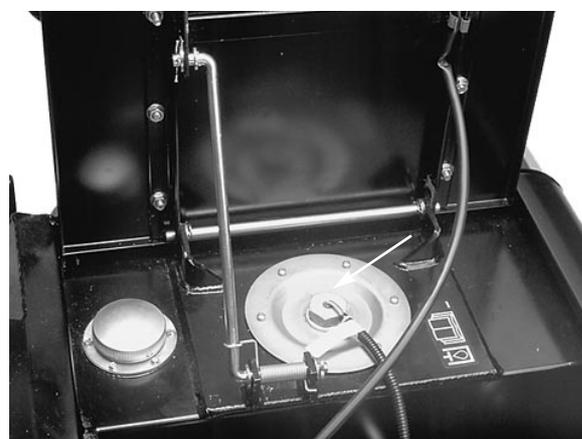

Fig. 33
2. Pulire attorno al coperchio del serbatoio (Fig. 33). Togliere il coperchio e rabboccare con olio idraulico finché non è a livello con le frecce del vetro spia (Fig. 32).